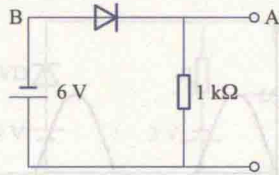

图 1-2
- 如图 1-2 所示,设二极管为理想状态,则电压 U_{AB} 为()。